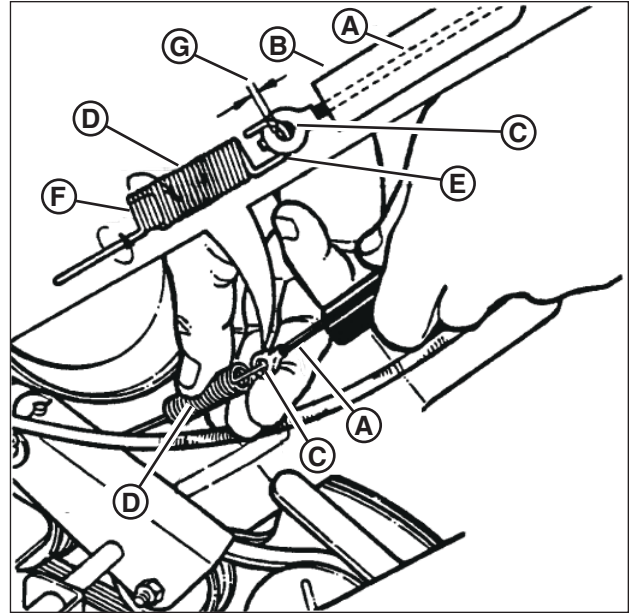

Figura 23: Ajuste del control de transmisión de las ruedas
- El control de transmisión de las ruedas está ajustado adecuadamente cuando hay una distancia de 1,5 a 3,2 mm de distancia (**G**, **Figura 23**) entre el interior del gancho con resorte (**E**) y el interior del anillo del cable del embrague (**C**) con el control de transmisión de las ruedas suelto.